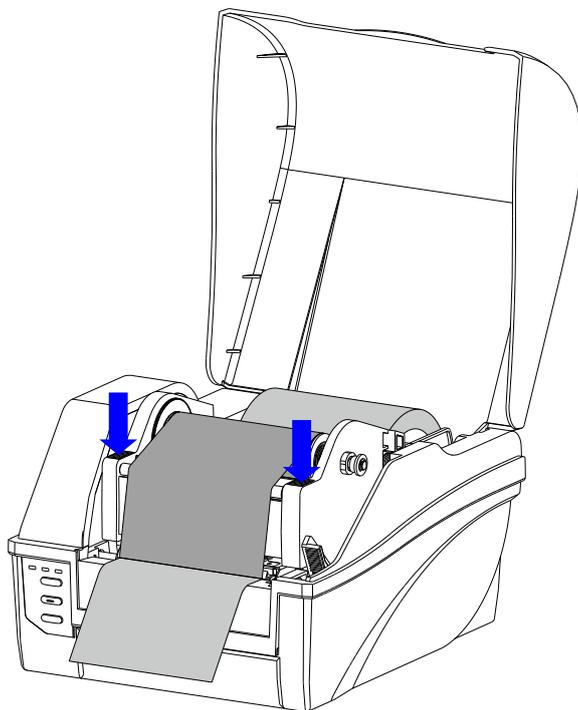

图 2-17 锁紧打印模组
5. 双手同时按下打印模组，使锁紧杆锁住打印模组，此时可以听到“咔”的响声。如图 2-17 所示。